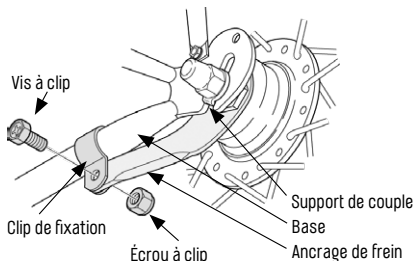

Fig. 3/21 Ancrage à frein Source Shimano
- Les freins à rétropédalage disposent d'un ancrage de frein („Fig. 3/ Ancrage à frein Source Shimano“ à la page 21) qui s'appuie sur la base du cadre. Pour un fonctionnement correct, il doit être monté de manière fixe au moyen d'un clip de fixation ou directement sur la base du cadre.